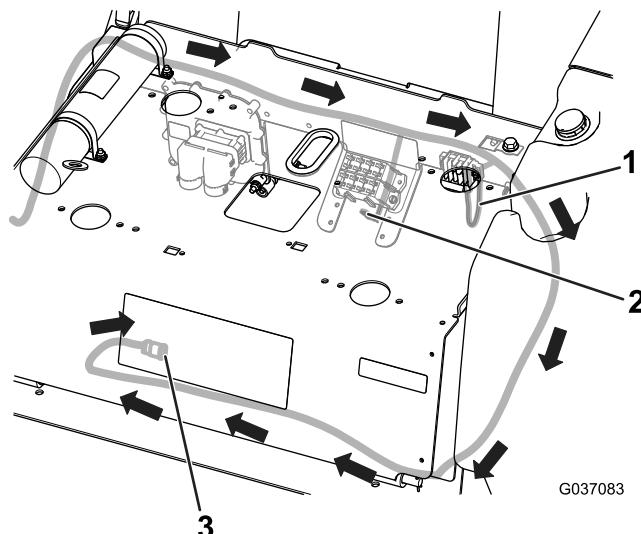

図 5
7. ハーネスのヒューズブロック用コネクタをヒューズブロックに接続し、アース用コネクタをアースブロックに接続する図 5。